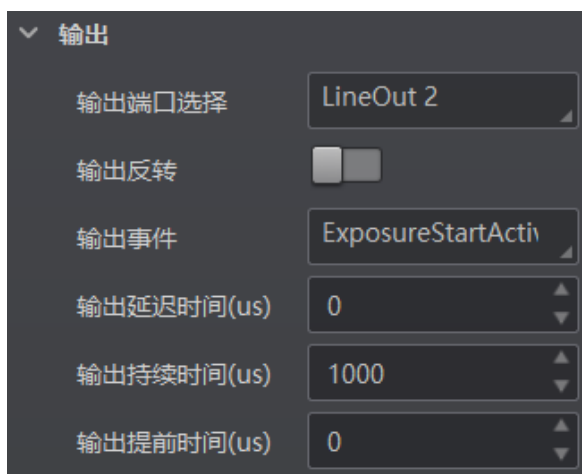

图3-63 曝光开始
- 当输出事件源选择“Exposure Start Active”时，除输出信号的延迟时间和持续时间参数外，还可以设置输出提前时间。输出提前时间为输出信号比输出事件提前输出的时间，如图 3-63 所示。